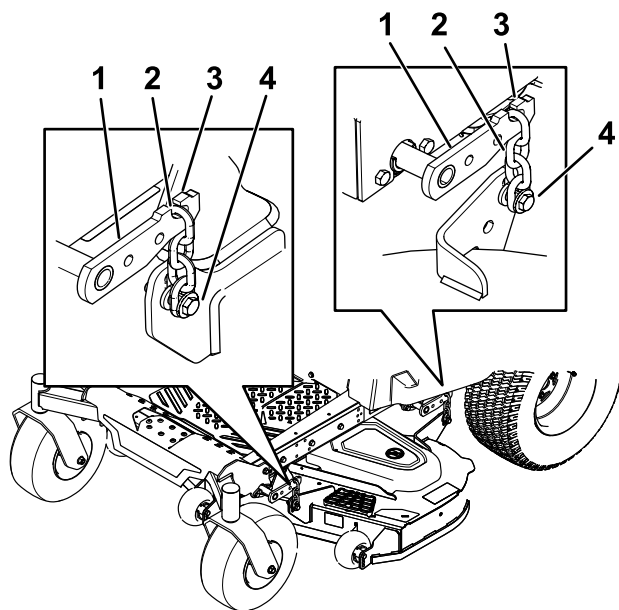

Рисунок 75
5. Ослабьте регулировочные болты на всех 4 углах деки так, чтобы дека надежно опиралась на все 4 подставки (Рисунок 75).
6. Убедитесь в наличии натяжения всех 4 цепей (Рисунок 75).
7. Затяните все 4 регулировочных болта (Рисунок 75).